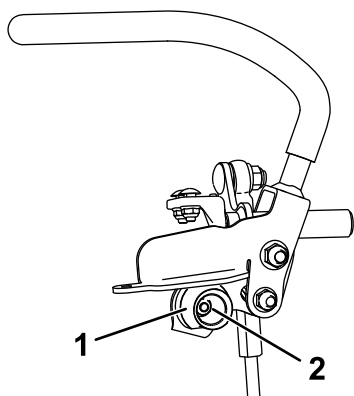

Figura 43
6. Afloje la tuerca que sujeta la leva (Figura 43).